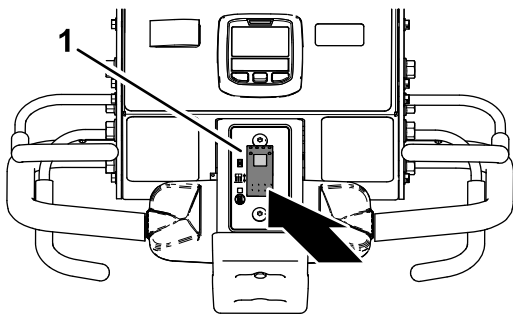

Рисунок 93
1. Нажмите нижнюю часть переключателя управления быстрым опусканием (Рисунок 93) в положение **БЫСТРОГО ОПУСКАНИЯ БЕЗ ЗАДЕРЖКИ**.